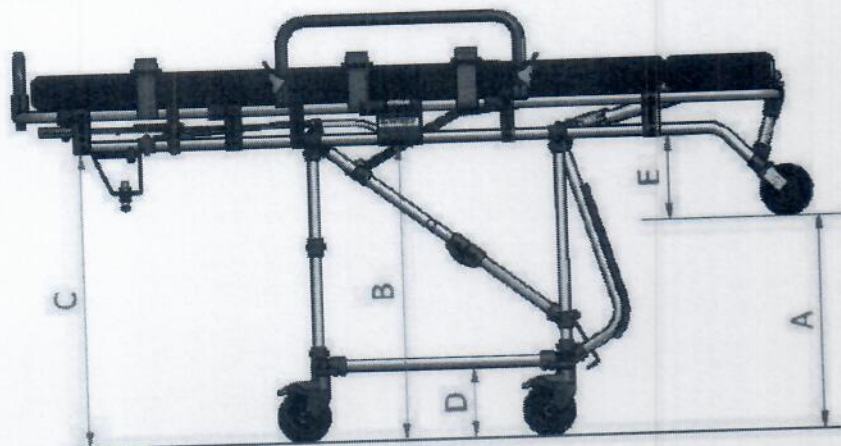

Figura 04 - Vista lateral
No item 3.1 a maca foi medida inicialmente sem carga nos pontos indicados pela figura 04, em seguida foi carregada com 500 kg distribuídos pelo leito e medida, por fim descarregada e medida novamente. No item 3.2 a carga de 300 kg foi aplicada ao centro da maca e medida a cota A. Já no item 3.1.2 a maca foi sustentada somente pela parte traseira e eixo aéreo, simulando o momento de entrada na ambulância, para este teste foram anotadas as medidas B e E conforme figura 04.